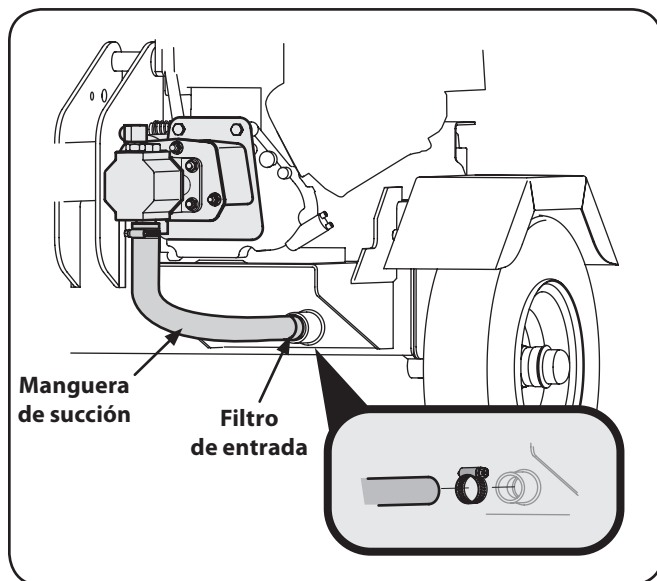

Figura 6-1
3. Con mucho cuidado desenrosque el filtro de entrada y límpielo con aceite penetrante. Vea la Figura 6-1.